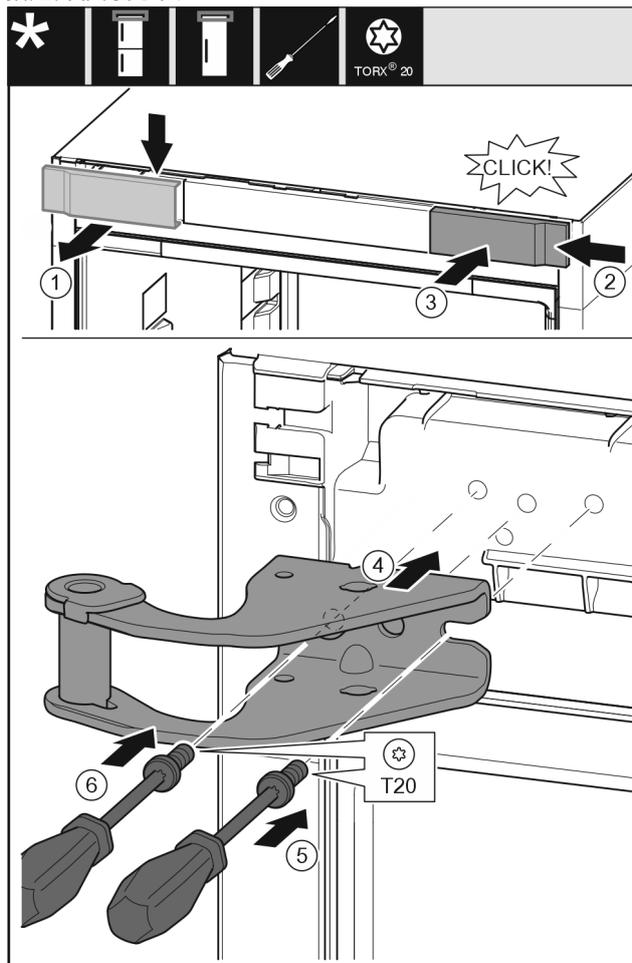

Fig. 12
▶ 用 T20 螺丝刀安装并旋紧螺钉。 Fig. 12 (6)
▶ 从上方朝前取下盖板。 Fig. 12 (1)
▶ 将盖板旋转 180° 至另一侧从右边挂上。 Fig. 12 (2)
▶ 卡入盖板。 Fig. 12 (3)
▶ 装上上方的托架。 Fig. 12 (4)
▶ 用 T20 螺丝刀放上并旋紧螺钉。 Fig. 12 (5)